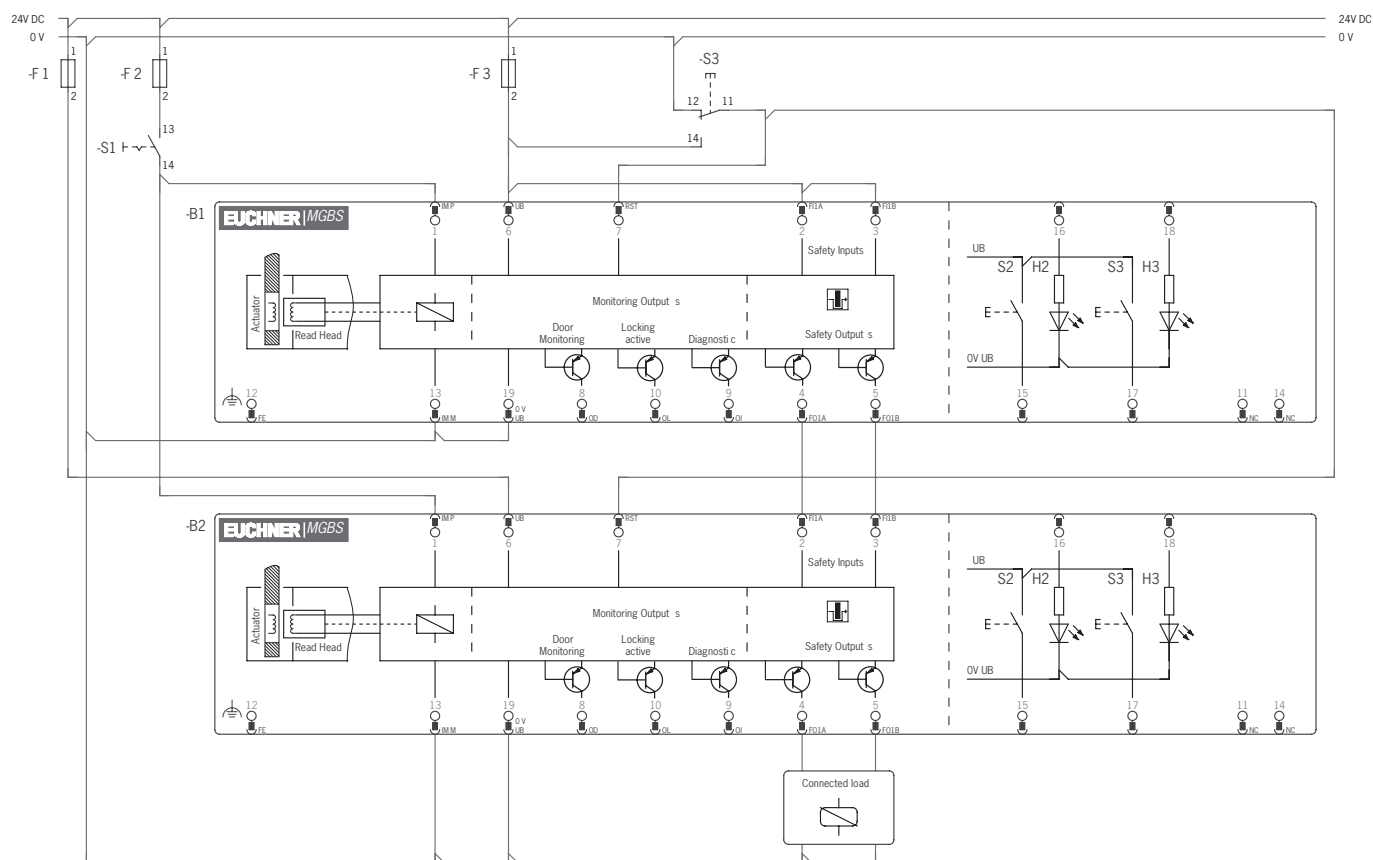

Fig. 6: Ejemplo de conexión para cadena de interruptores, versión con conector M23
- Debe utilizarse una señal común para todos los módulos de bloqueo de la cadena. Puede tratarse de un conmutador, pero también se puede utilizar la salida de un sistema de control. No deben utilizarse pulsadores, ya que el restablecimiento (reset) debe estar siempre conectado a GND durante el funcionamiento (véase el interruptor S3 en la Fig. 6 en la página 34).
Para que esto sea posible, la entrada RST debe conectarse como se muestra en la *Fig. 6 en la página 34*.